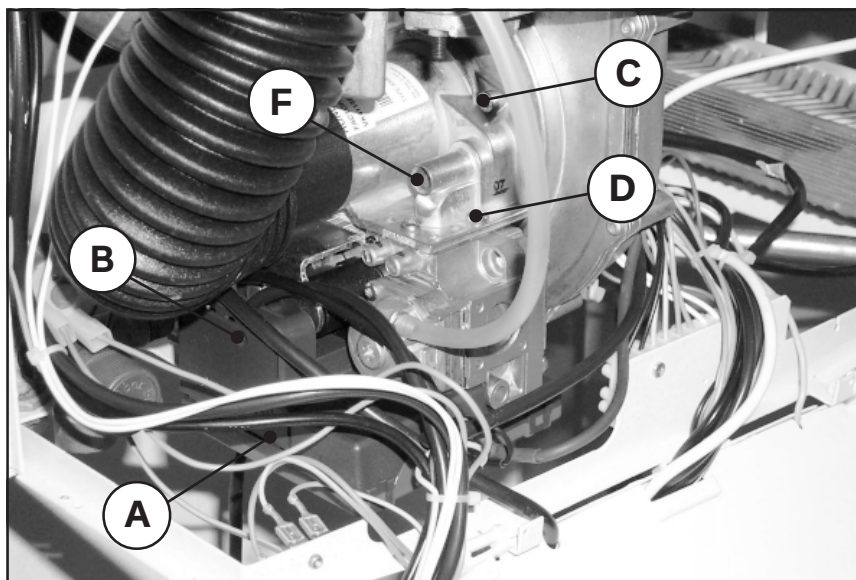

Fig. 19
Indien het noodzakelijk blijkt een ander type gas te gebruiken dan het voorgeschreven type, moet het correct diafragma tussen de gasklep en de venturibuizen worden geplaatst (verwijderd), en met de stelschroef F (fig. 19) op de brandergroep het gehalte aan CO₂ in de rook worden regelen volgens de nominale waarde (bereik +/- 0,1%), weergegeven in de tabel:
- 15 Indien nodig, de stelschroef F (fig. 19) op de branders regelen, om de CO₂-waarde naar de nominale waarde te brengen (+/- 0,1%), voorzien in de tabel relatief aan het overeenkomstig type gas. Het is aangewezen alleen de stelschroef F te regelen, en niet de gasklep: een dergelijke handeling kan de correcte werking van het toestel immers in het gedrang brengen.